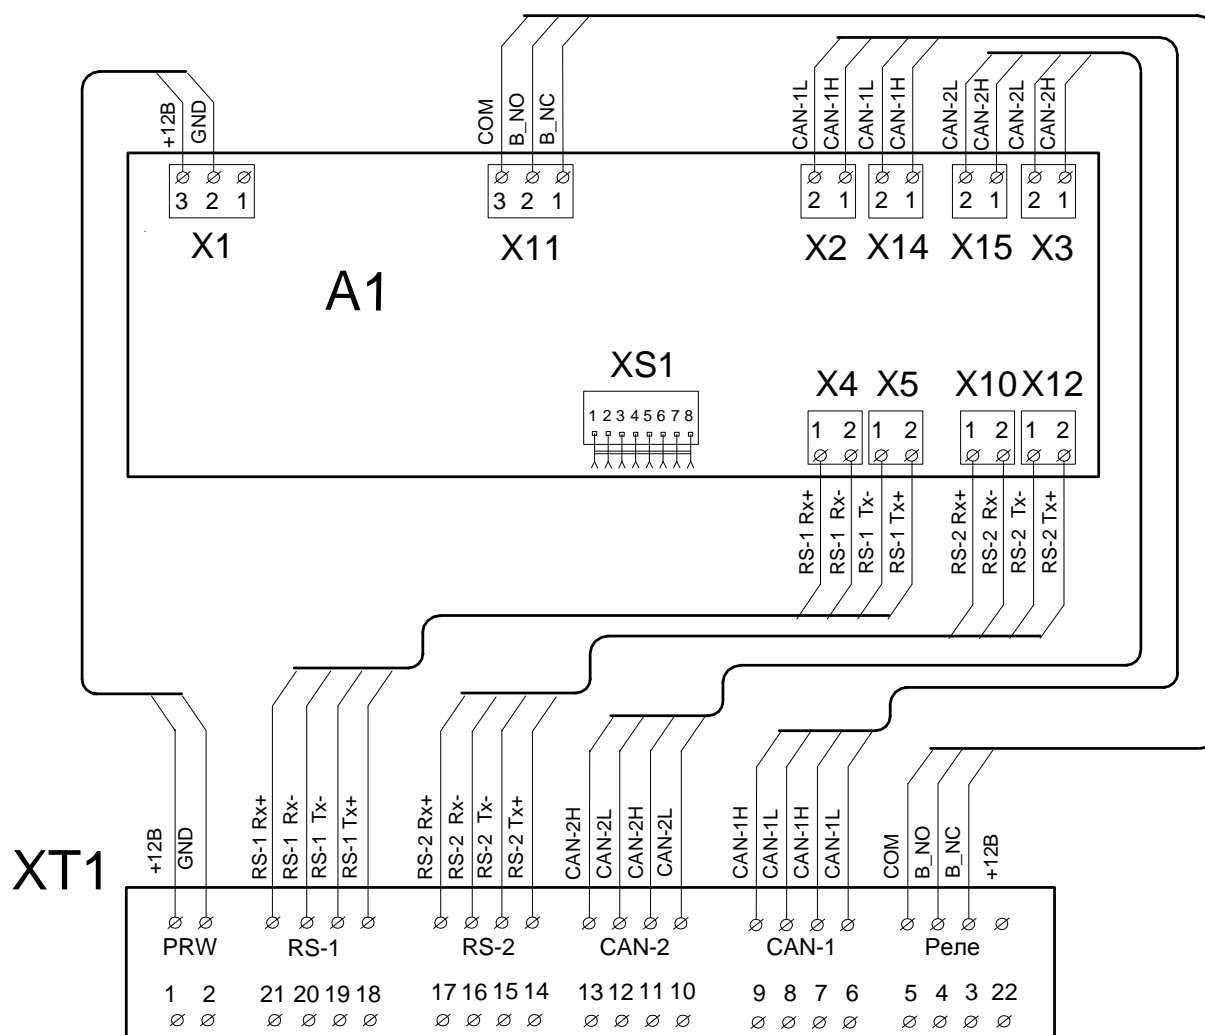

Рис. 3.4 – Схема соединений преобразователя интерфейсов «ПИ-Eth-И»
3.7 Схема электрическая соединений преобразователя ПИ-Eth-И представлена на рис. 3.4.